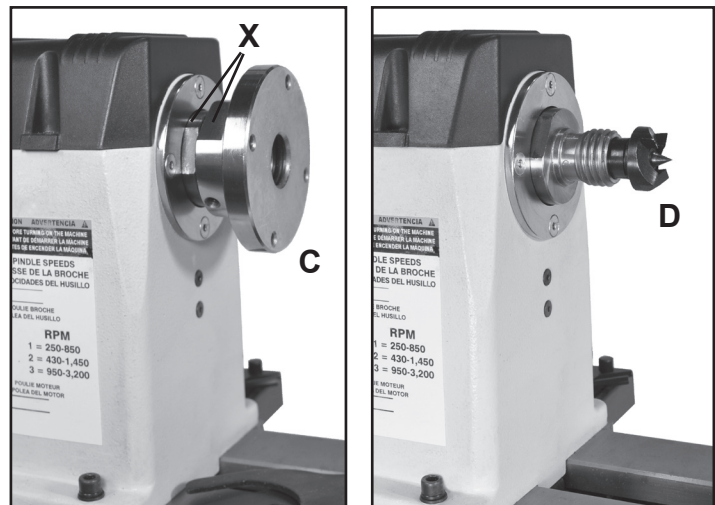

FIG. 2
**3. PLACA FRONTAL DEL CABEZAL MÓVIL:** Las placas frontales (#3B, FIG. 2, C) se usan para girar tazones y platos. Los orificios de los tornillos en la placa son para montar la pieza de trabajo a girar.
- Para remover la placa frontal, afloje los tornillos de fijación. Use la Llave de 38mm proporcionada en la porción plana del husillo (FIG. 2, X) y la Llave 46mm sobre las superficies planas del concentrador posterior de la placa frontal, luego afloje la placa frontal del husillo. Gire la placa frontal en sentido antihorario para retirarla completamente del husillo.
**4. PUNTA DE ARRASTRE DEL CABEZAL FIJO:** La Punta de arrastre (#1B, FIG. 2, D) se usa para girar entre centros. Se ajusta en el husillo. Tanto el husillo como la punta de arrastre cuentan con conos MT-2 concordantes. La punta de arrastre puede removerse del husillo con la Barra de extracción larga (K) insertada a través del extremo izquierdo exterior del husillo. **NOTA:** Tenga cuidado y sostenga la punta de arrastre durante este proceso de manera que no salga volando al piso. Se suministra una Barra de extracción corta (L) para retirar el Punto central de la Punta de arrastre, en caso que necesite reemplazo.